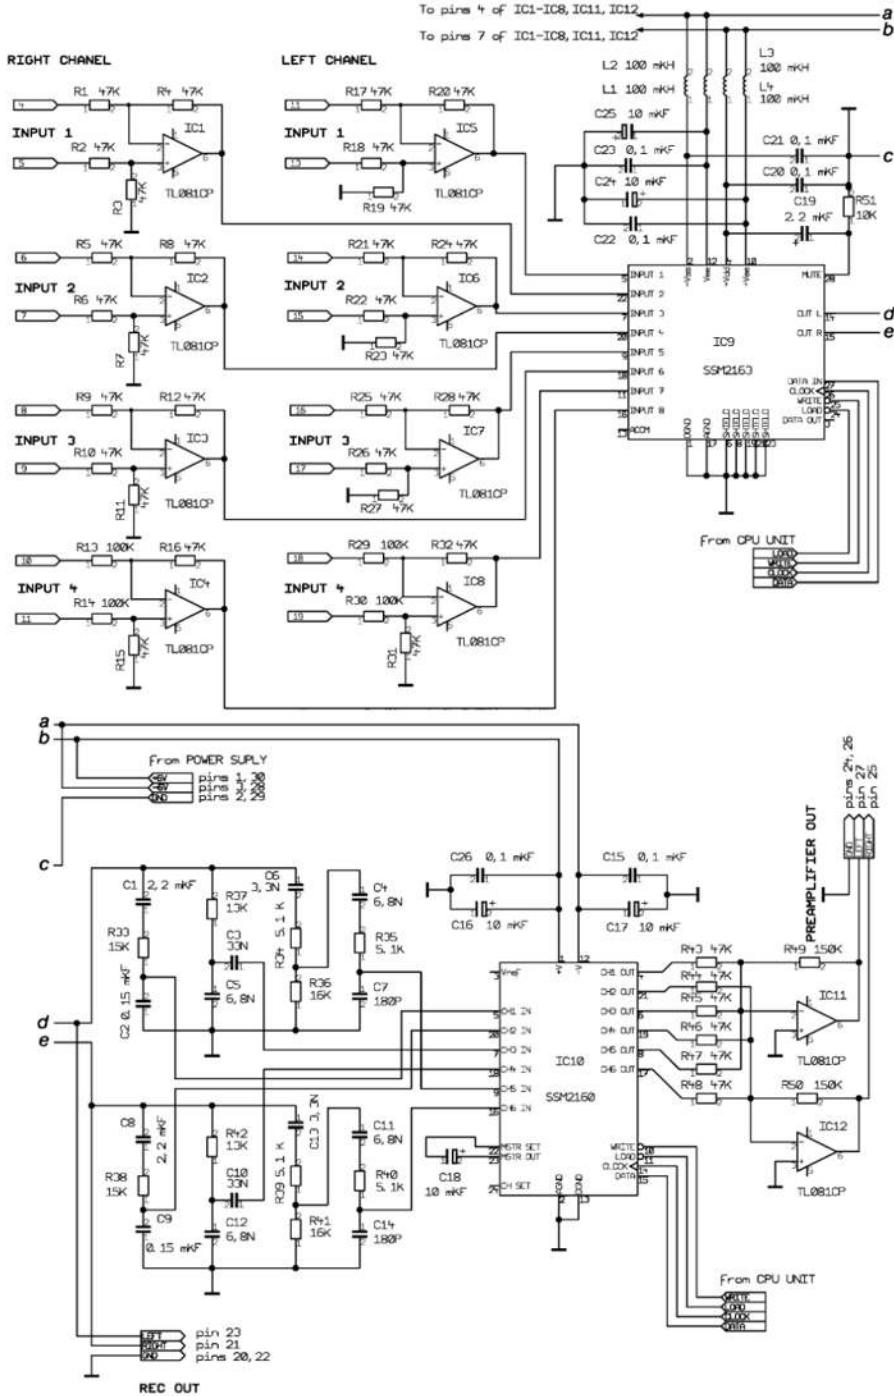

Рис. 1.20. Аналоговая часть усилителя
Непонятно только значение входного сопротивления каналов, равное 10 кОм согласно выложенной на сайте изготовителя справочной информации. Это обусловило использование в усилителе входных буферов на микросхемах IC1—IC8 (рис. 1.20).
С аналоговой частью проекта (рис. 1.20) вроде все ясно. Но управление обеими микросхемами — цифровое по шине SPI (Serial Peripheral Interface — последовательный интерфейс управления периферией).
**Аналоговый блок** (рис. 1.20). Сложно что-либо сказать про налаживание блока, не имеющего ни одного подстроекного элемента. На самом деле, еще до установки резисторов в плату их необходимо отобрать с точностью 1%, причем важен не номинал, а равенство значений определенных групп. Реально, приобретя 40 резисторов номиналом 47 кОм, при помощи тестера сначала отбираете 6 штук с наиболее близкими значениями и устанавливаете их на места R43—R48. Остальные отбираете группами по 4 штуки. Первая из них впаяивается на место R1—R4, вторая — R5—R8 и т. д. Это необходимо для правильной работы дифференциальных усилителей. Резисторы фильтров темброблока также необходимо отобрать попарно. Конденсаторы фильтров используются типа МКТ с допуском 5%, а лучше 2%.